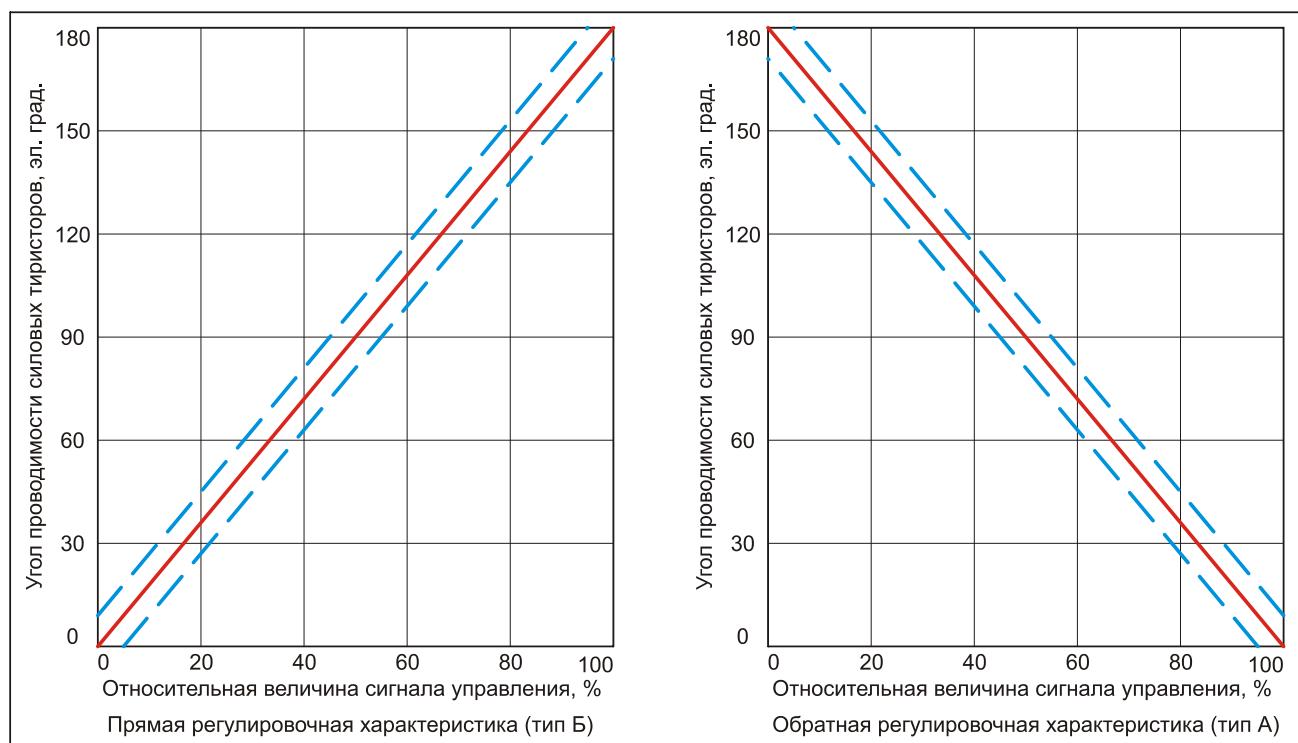

Рисунок 1 – Регулировочные характеристики
7. Тип регулировочной характеристики (рисунок 1)	прямая (тип «Б») обратная (тип «А»)